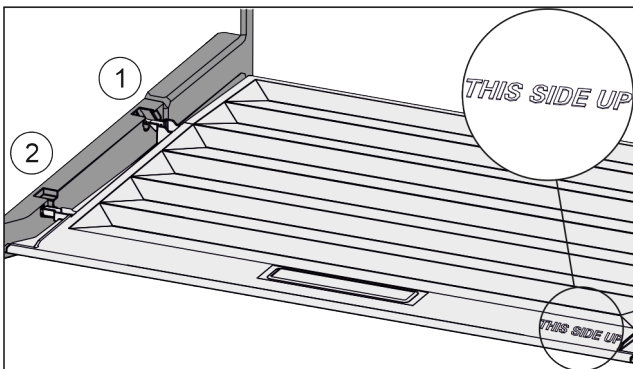

Fig. 59
- ▶ Вставити поперечні ребра через отвір заднього тримача Fig. 59 (1) і зафіксувати спереду у тримачі Fig. 59 (2).